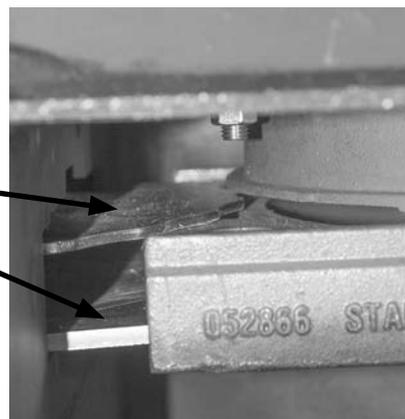

Fig. 22
- Introdurre la rimozione ceneri nelle apposite guide sul lato sinistro della caldaia (Fig. 21), facendo attenzione alla guida per la serranda braci in alto e alla serranda ceneri in basso nella caldaia (aprire lo sportello del vano ceneri) – Fig. 22.